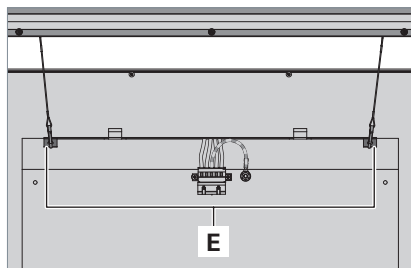

Fig. 7: Agganciare l'elemento luce diretta.
- Agganciare l'elemento luce diretta nei due ganci **E** del telaio dell'apparecchio d'illuminazione vedi Fig. 7.